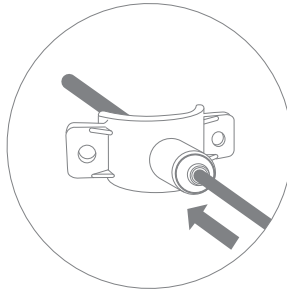

Рис. 9
3. Трубку красного цвета из комплекта поставки вставьте через хомут в просверленное отверстие на 7...10 мм (рис. 9).